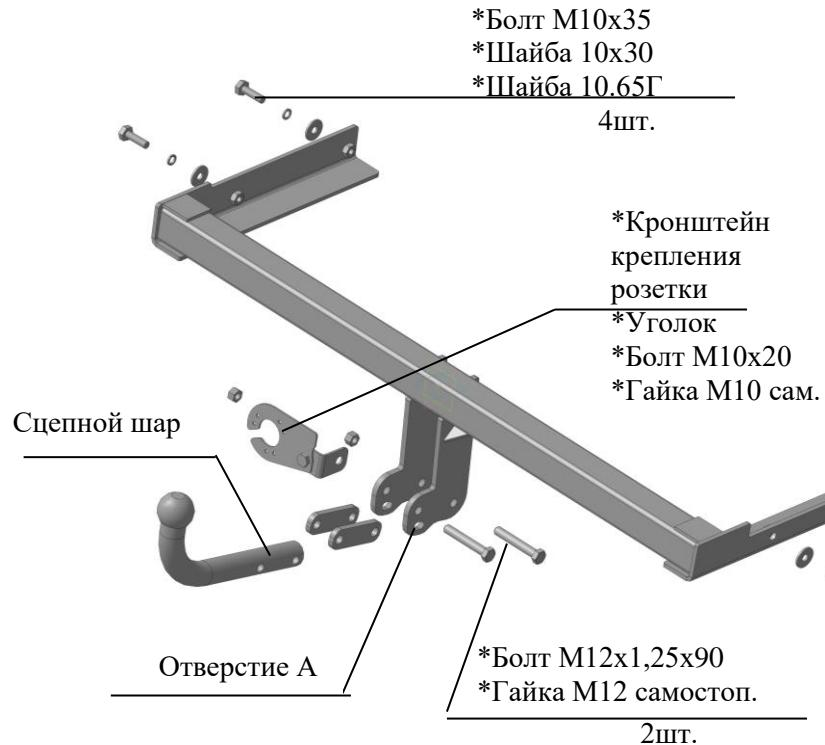

Рис.1 Тягово-сцепное устройство ТСУ 9131.
2.1 ТСУ 9131 в сборе (рис.1)	1 шт.
2.2 Пакет с комплектующими (см. рис.1) Защитный колпак	1 шт.
4.6 Установить сцепной шар и кронштейн крепления розетки (предварительно собрав кронштейн, как показано на рис.1), используя болты M12x1,25x90 и гайки самостопорящиеся.